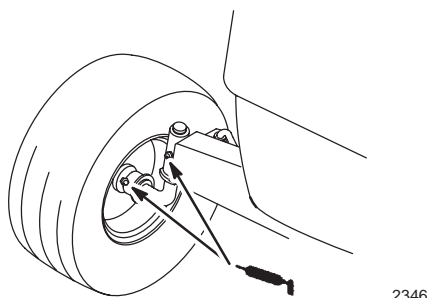

Figure 22
1. Graissez les roues avant et les fusées d'essieu jusqu'à ce que la graisse commence à sortir des roulements (Fig. 22).